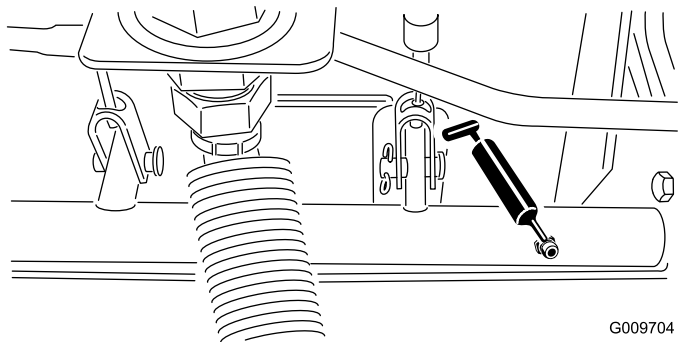

図 58
- 図 58に示す、ブレーキシャフトのピボットのベアリング5ヶ所